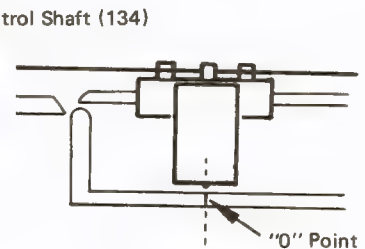

Figure 14-2
- Turn the tuning control shaft fully clockwise and fix its pointer as shown in Fig. 14-2.
- Tourner à fond l'arbre de commande d'accord dans le sens des aiguilles d'une montre et fixer l'aiguille du cadran comme le montre la Fig. 14-2.
- Die Abtaststellerachse bis zum Anschlag im Uhrzeigersinn drehen und den Zeiger gemäß Abb. 14-2 befestigen.